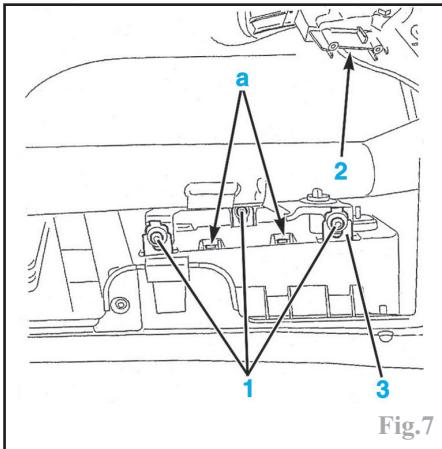

Fig.7
-les vis de fixation (1) du module (Fig.7). Débrancher le connecteur (2) du module. Déclipser en "a" et déposer le module (3).